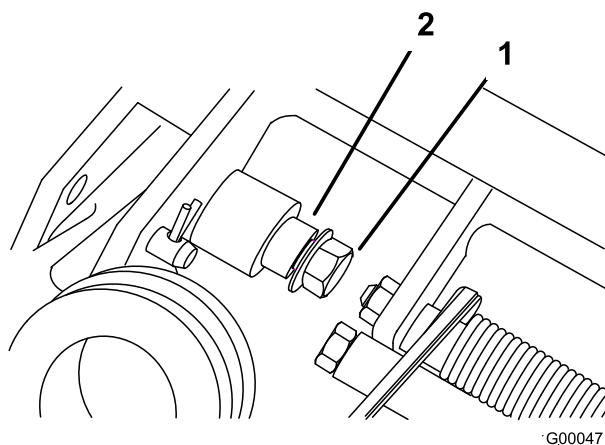

Figura 4
1. Retire la contratuerca de arandela prensada del perno y del bulón en cada lado del cortacésped (Figura 4).